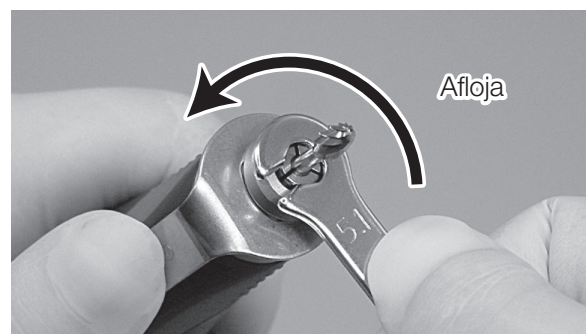

Fig.8
- ✂ Si la fresa tiene una gran superficie de corte y es usada bajo condiciones de elevado torque, el mandril puede girar en dirección de cierre y existe la posibilidad de que la fresa se quede atascada, e impida su desmontaje. En este caso, se hace coincidir la hendidura del morro y la parte del husillo (parte plana) donde se aplica la llave inglesa, y se fija el husillo utilizando la llave tipo L. Abra el anillo de bloqueo y gire el mandril en sentido antihorario con la llave inglesa proporcionada con el equipo. (Fig. 8)